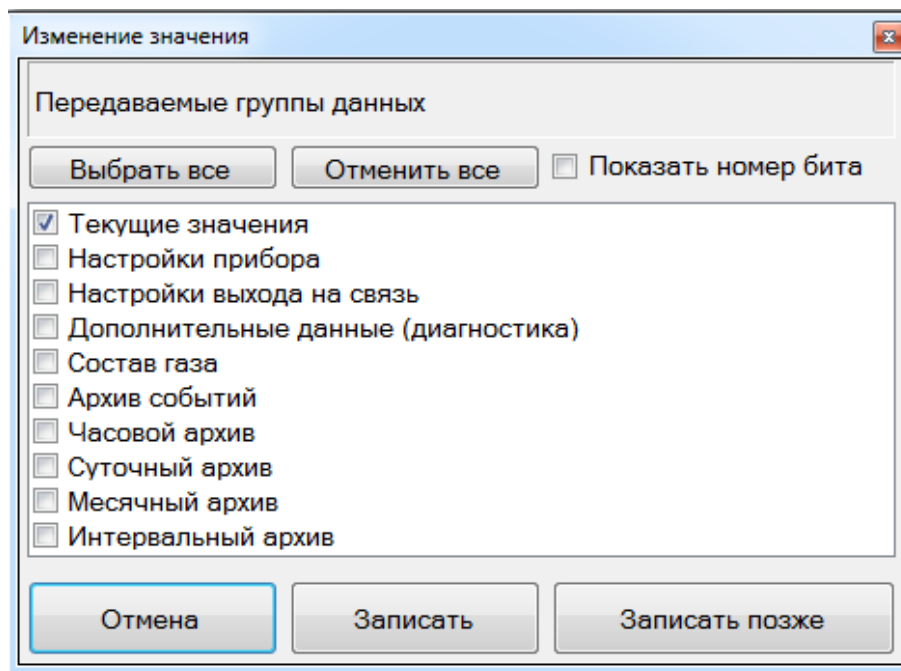

Рисунок 2.84 – Типы передаваемых данных
- "Передаваемые группы данных" – задает группы для передачи при подключении (Рисунок 2.84);